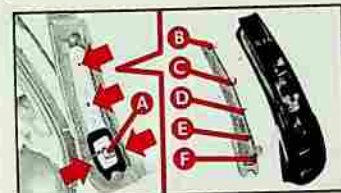

fig. 26
3) Dégager la connexion **A**-fig. 26 en appuyant sur le ressort et dévisser les vis de fixation indiquées par les flèches.